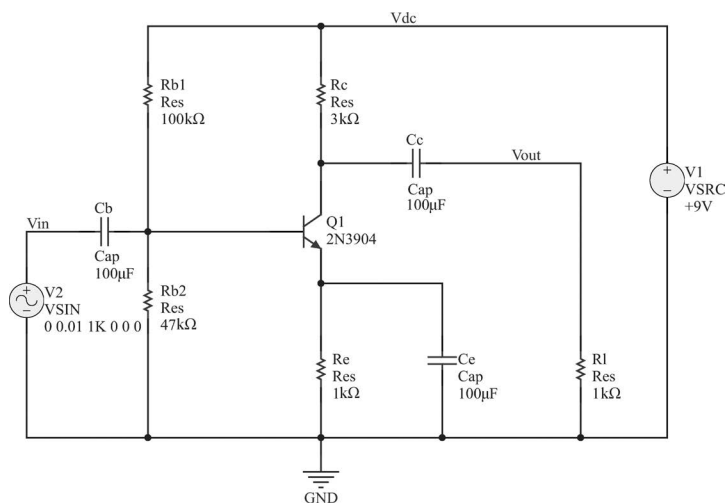

图 3-68 修改电路元器件参数和放置网络符号
(6) 如图 3-68 所示, 将元器件参数按照图中设置。
(7) 为了方便对仿真结果的分析, 按照图 3-68 所示的电路, 在电容 C_c 的输出端放置名称为 OUT 的网络标号。